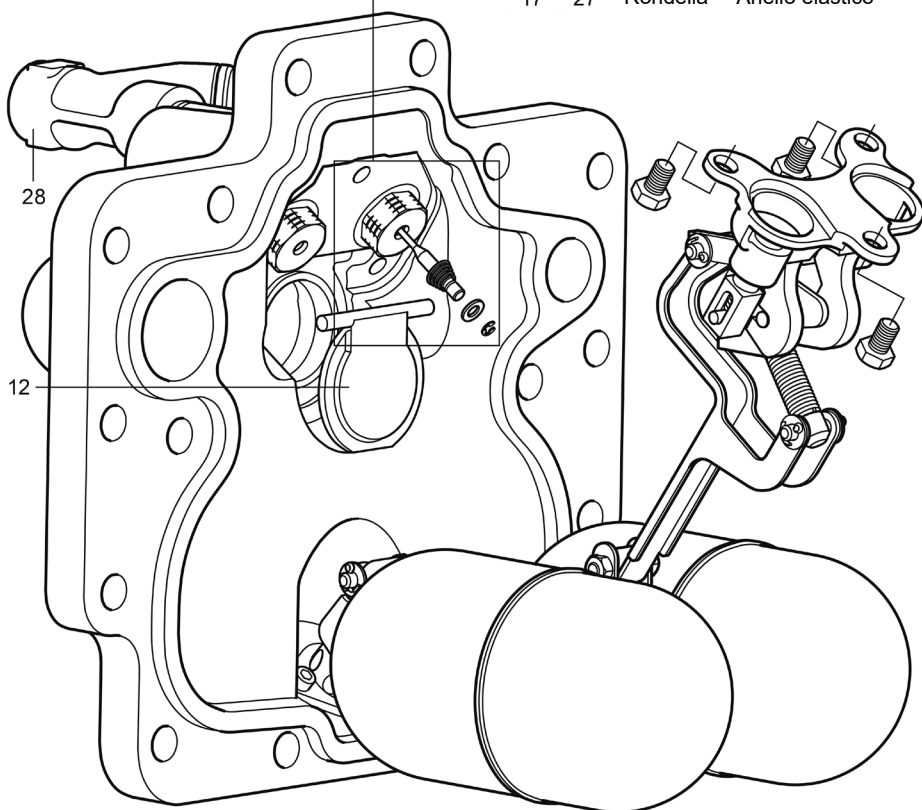
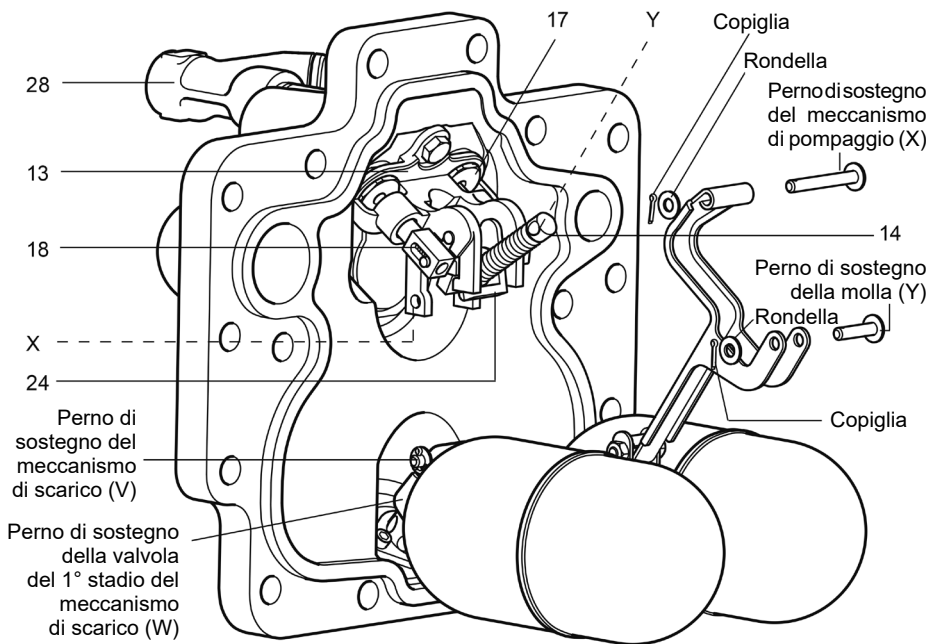

Fig. 21 - APT14
Fig. 24 - APT14
13. Ricollegare le connessioni con le linee di alimentazione (S) e sfiato (E). L'APT14, l'APT14HC o l'APT14SHC può ora essere messo in servizio.
14. Assicurarsi sempre della presenza del filtro Spirax Sarco con l'elemento da 100 mesh sulla linea di alimentazione del fluido motore (particolare 28, Fig. 21).
3. Sfilare copiglia e rondella da un lato del perno di sostegno della molla (Y) (vedere la Fig. 24).
4. Sfilare copiglia e rondella da un lato del perno di sostegno del meccanismo di pompaggio (X).
6. Sfilare copiglia e rondella da un lato del perno di sostegno del meccanismo di scarico della valvola del primo stadio (W).
7. Sfilare copiglia e rondella da un lato del perno di sostegno del meccanismo di scarico (V).
10. Si consiglia di rimontare i quattro perni di sostegno con questa sequenza (vedere la Fig. 21):
14. Ricollegare le connessioni con le linee di alimentazione (S) e sfiato (E). L'APT14, l'APT14HC o l'APT14SHC può ora essere messo in servizio.
15. Assicurarsi sempre della presenza del filtro Spirax Sarco con l'elemento da 100 mesh sulla linea di alimentazione del fluido motore (particolare 28, Fig. 24).